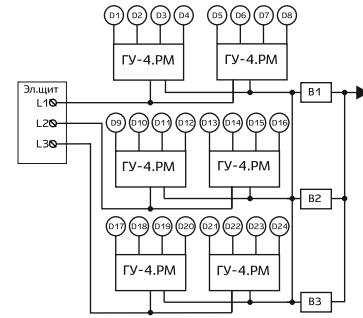

Рис. 4 – Схема подключения ГУ-4.РМ к разным фазам питающей сети
2. Подключить образованные группы к разным фазам питающей сети (см. рис. 4).